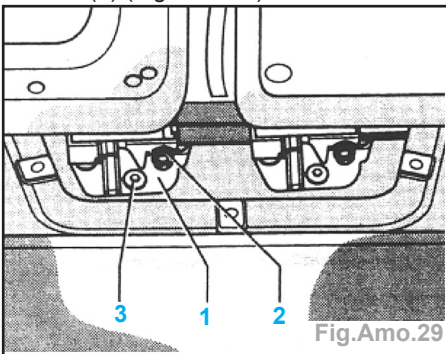

Fig.Amo.29
Nota : La gâche (1) est alignée par le tenon (2) (Fig.Amo.29).